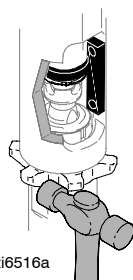

Fig. 13
5. Fig. 13. Desaperte a contraporca. Desaperte o pistão.